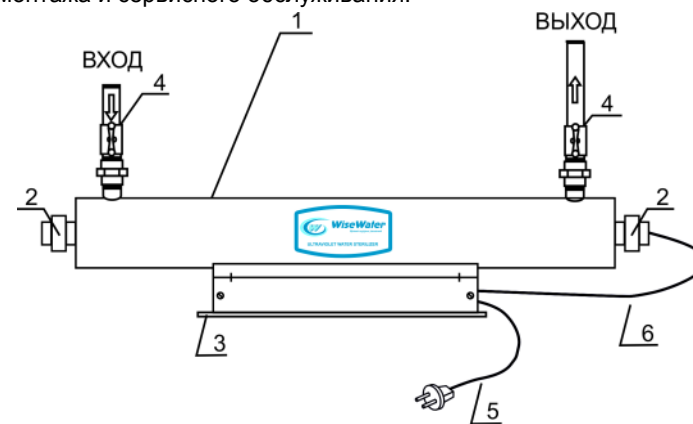

Рисунок 1
3.1 Установка состоит из камеры обеззараживания и пульта управления (Рис. 1). Камера обеззараживания представляет собой корпус цилиндрической формы 1 с патрубками для присоединения трубопроводов. Внутри корпуса установлена ртутная бактерицидная лампа низкого давления, помещенная в защитный кварцевый чехол. Кварцевый чехол уплотняется при помощи уплотнительных прокладок и гаек 2.